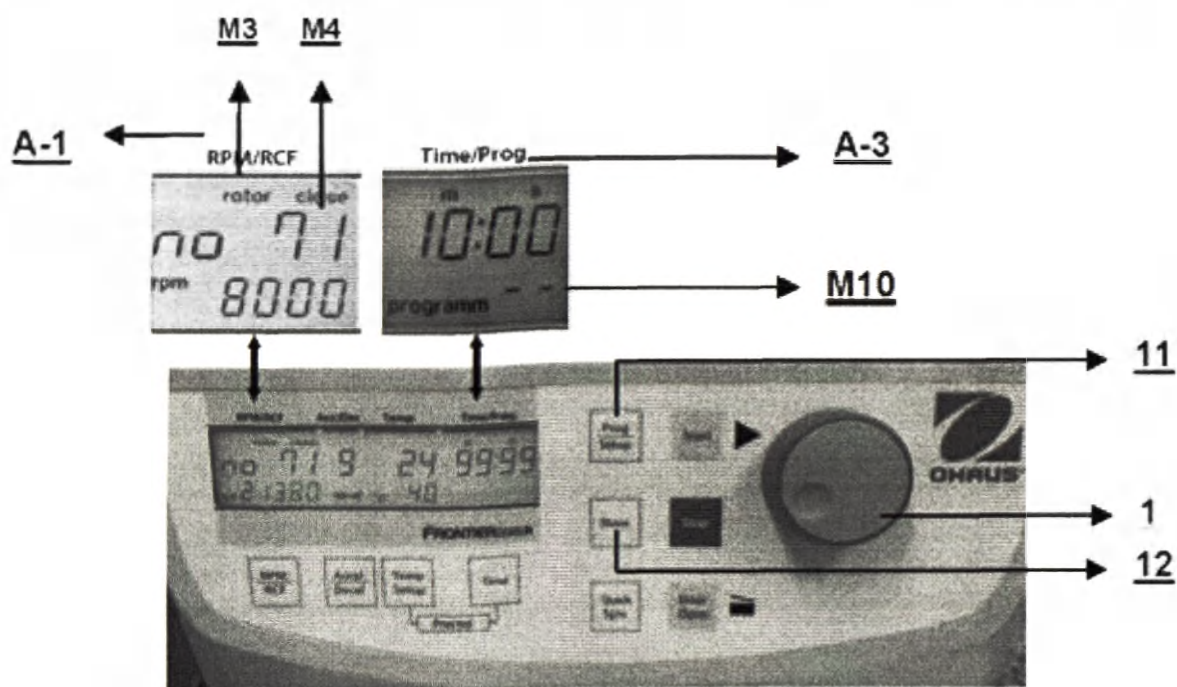

Рис. 25
Для того чтобы вызвать из памяти сохраненную ранее программу, закройте крышку центрифуги и нажмите кнопку **Prog/Setup** (11) (см. рис. 25). В поле **Time/Prog** (A-3) экрана появится слово **programm** (M10). Вращая рукоять (1), выберите номер требуемой программы.
Для того чтобы выйти из программного режима, нажмите кнопку **Prog/Setup** (11) (см. рис. 25). В поле **Time/Prog** экрана появится слово **programm**.